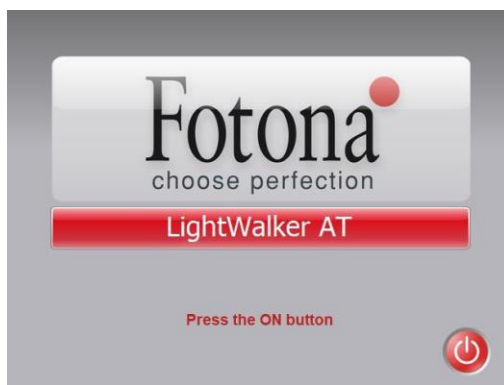

Рисунок 11.5: Экран приветствия — сохранение и загрузка параметров
- На экране приветствия (см. рисунок 11.5) нажмите и удерживайте нажатой кнопку ON (вкл) — отобразится экран ввода команд (см. рисунок 11.6).